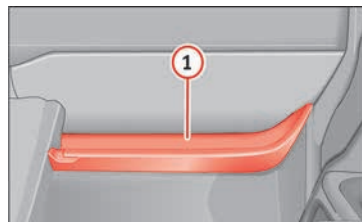

Fig. 123 Vide-poches ouvert côté passager.
Dans le vide-poches ouvert se trouve un crochet pour sacs » fig. 123 ①.